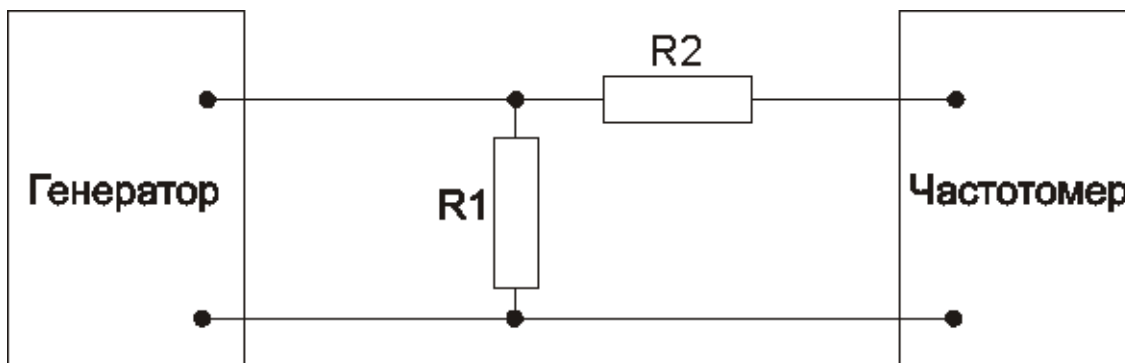

Рисунок 11
8.2.3 Подать на вход частотомера через нагрузку (рисунок 11) сигнал с генератора ИЗИ. Установить на генераторе режим работы с непосредственным подключением.